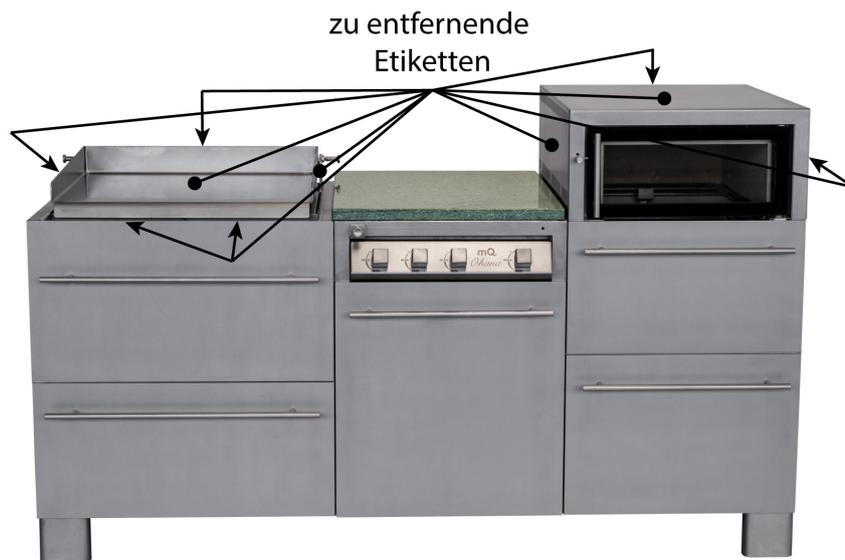

Abbildung 3.1: Die zu entfernende Etiketten vor dem ersten Gebrauch des mQ[®] Ohana's.
7. Entfernen Sie alle Warnhinweise-Etiketten, siehe Abbildung 3.1.